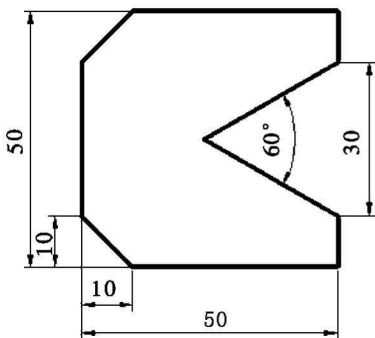

图 1-13
5. 用户提前自画下例两幅图,如图 1-13 和 1-14 所示,熟悉 CAD 绘图的简单指令。